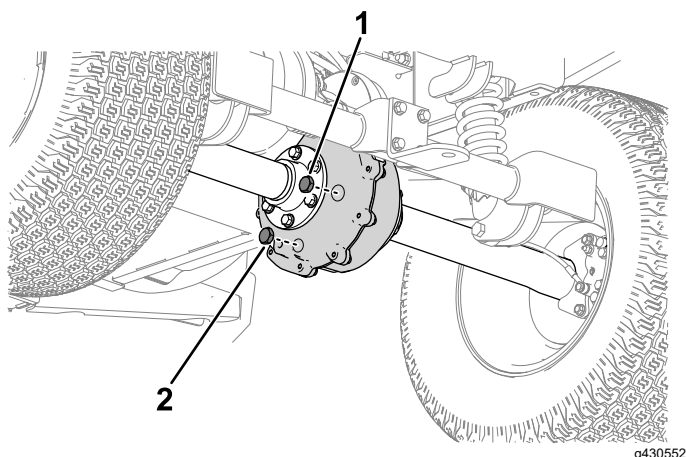

Figura 47
1. Alinhe um recipiente de escoamento com o tampão de escoamento do eixo da transmissão (Figura 47).
2. Retire o tampão de enchimento (Figura 47).